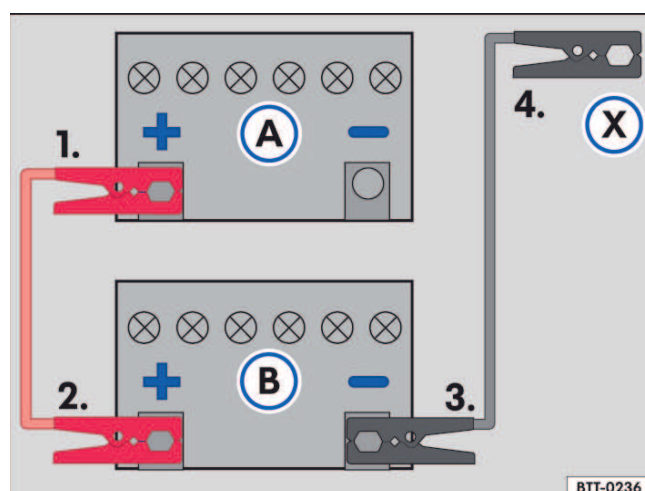

Fig. 146 Esquema para a conexão dos cabos auxiliares de partida: bateria do veículo descarregada (A) e bateria do veículo fornecedora de corrente (B).
Legenda para → Fig. 146:
Conectar o cabo auxiliar de partida somente na sequência **1 - 2 - 3 - 4** → Fig. 146.
- Conectar uma extremidade do cabo auxiliar de partida *vermelho* ao polo positivo (+) do veículo com a bateria do veículo descarregada → Fig. 146 (A) → ⚠.
- Conectar a outra extremidade do cabo auxiliar de partida *vermelho* ao polo positivo (+) do veículo fornecedor de corrente (B).
- Conectar uma extremidade do cabo auxiliar de partida *preto* ao polo negativo da bateria do veículo fornecedor de corrente (B).
- Conectar a outra extremidade do cabo auxiliar de partida *preto* (X) no veículo com a bateria do veículo descarregada em uma peça maciça de metal aparafusada firmemente ao bloco do motor ou no próprio bloco do motor - porém não nas proximidades da bateria (A) → ⚠.